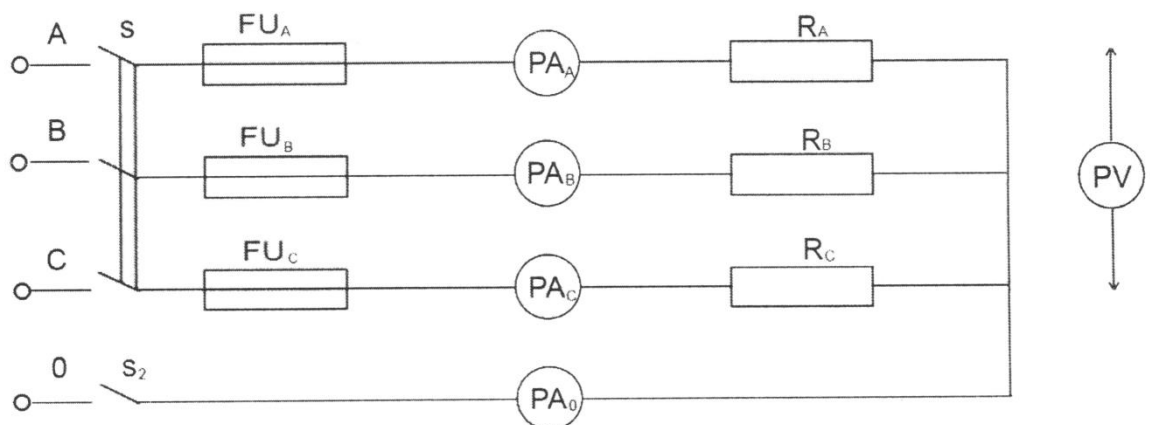

Рис. 1
В такой цепи можно выделить три характерных режима работы в случаях, когда $X_L > X_C$, $X_L < X_C$, $X_L = X_C$. Векторные диаграммы для этих режимов представлены на рис.1.
Рис. 1а $X_L > X_C$
Рис. 1б $X_L < X_C$;
Рис. 1с $X_L = X_C$
1.1. Собрать электрическую цепь согласно схеме (рис.1).